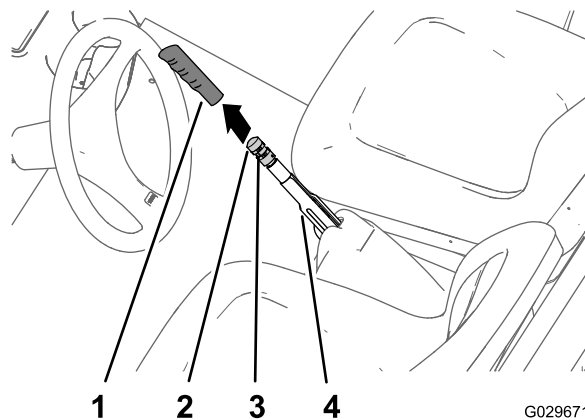

Bild 62
1. Nehmen Sie den Griff vom Feststellbremshebel ab (Bild 62).
2. Lösen Sie die Stellschraube, mit der das Feststellbremshandrad am Feststellbremshebel befestigt ist (Bild 62).
3. Drehen Sie das Einstellhandrad für die Bremse, bis eine Kraft von 133 bis 156 N erforderlich ist, um den Feststellbremshebel zu betätigen (Bild 62).
4. Ziehen Sie die Stellschraube fest und befestigen den Handgriff (Bild 62).
2. Lösen Sie die Stellschraube (Bild 62), mit der das Bremseinstellhandrad am Feststellbremshebel befestigt ist, lösen Sie die Feststellbremse und das Bremseinstellhandrad.
5. Drehen Sie das Einstellhandrad für die Bremse (Bild 62), bis eine Kraft von 133 bis 156 N erforderlich ist, um den Feststellbremshebel zu aktivieren.
- C. Drehen Sie das Einstellhandrad für die Bremse (Bild 62), bis eine Kraft von 133 bis 156 N erforderlich ist, um den Feststellbremshebel zu aktivieren.
- Ziehen Sie die Stellschraube fest und befestigen den Handgriff (Bild 62).